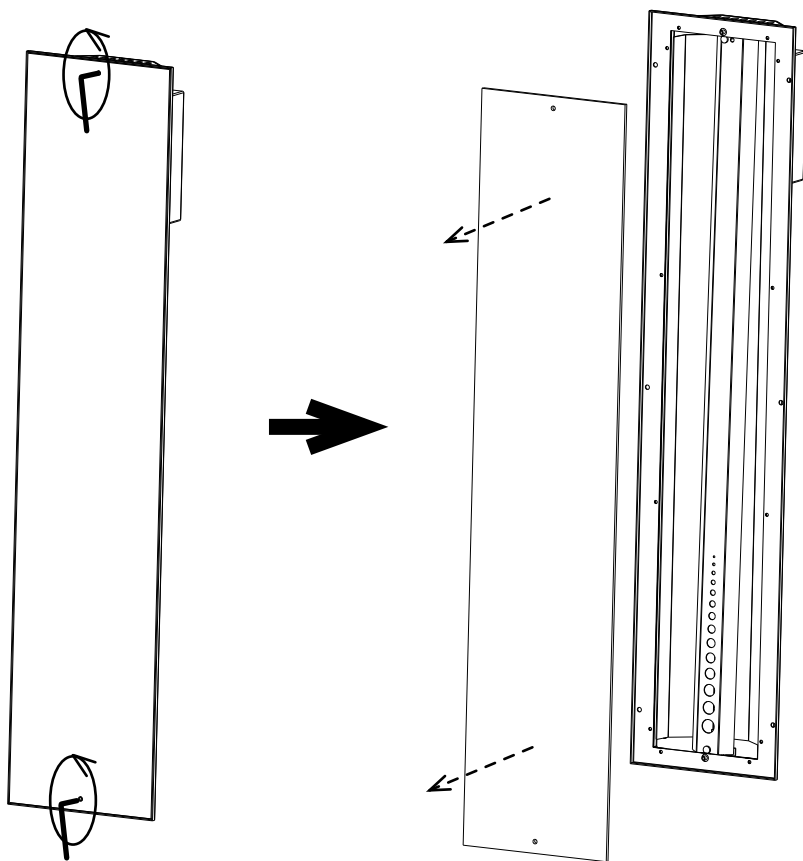

Fig. 5 Retirer la vitre du panneau
4. Retirez la vitre. Pour cela, utilisez une clé Allen pour dévisser délicatement les deux vis (haut et bas de la vitre) et retirez la vitre en inclinant délicatement le chauffage (ou à l'aide d'une ventouse). Voir la figure 5.